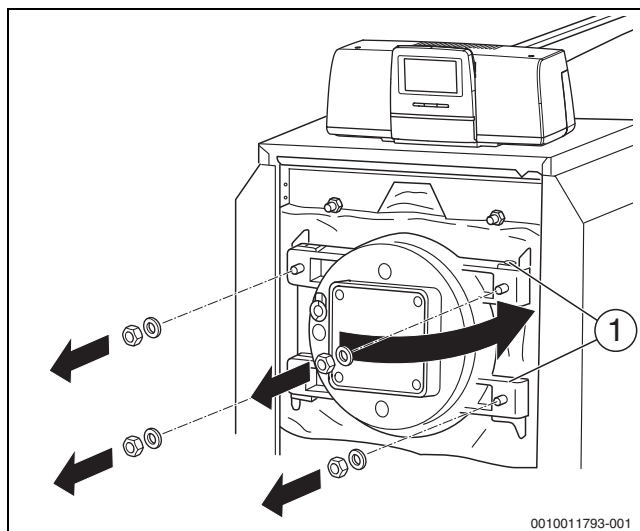

Fig. 26 Ouvrir la porte du foyer
- Sortir les goujons de charnière du perçage (→ fig. 26, page 24) du bas vers le haut en appuyant.